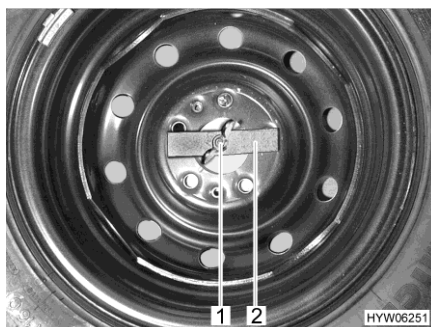

Fig. 236 Roue de secours dans le coffre arrière
- Desserrer l'écrou papillon (Fig. 236,1) à la main et le dévisser.
- Retirer la pièce (Fig. 236,2).